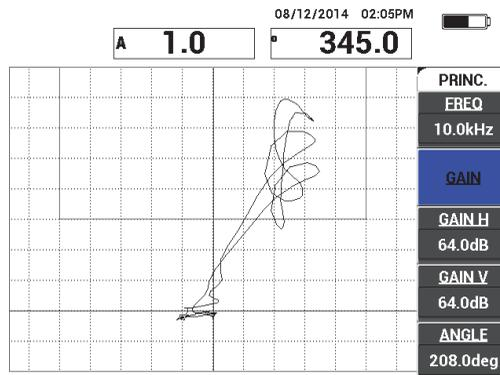

Figure 6-68 Deuxième balayage au-dessus du défaut
4. Placez l'extrémité de la sonde sur une zone sans défauts, appuyez de nouveau sur la touche CAL NULL ( $\oplus$ ), et puis balayez lentement au-dessus du défaut. Assurez-vous que la détection est satisfaisante et, au besoin, réglez les paramètres GAIN, GAIN H ou GAIN V (voir la Figure 6-68 à la page 187).